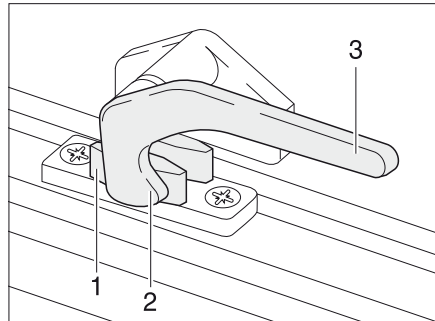
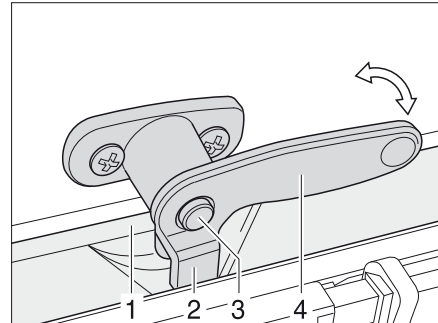

Bild 70 Låsarm i läget "stängd"
Bild 71 Låsarm med låsknapp i läget "stängd"
- Tryck på låsknappen (Bild 71,3) om sådan finns och håll den nedtryckt.
- Sväng låsarmen (Bild 70,3) resp. Bild 71,4) ett kvarts varv mot fönstrets mitt.
- Sväng låsarmen (Bild 70,3) resp. Bild 71,4) ett kvarts varv mot fönsterkarmens mitt. Låsspaken (Bild 70,2 resp. Bild 71,2) är placerad på insidan av fönsterlåset (Bild 70,1 resp. Bild 71,1).
- I läget "helt stängt" (Bild 70)